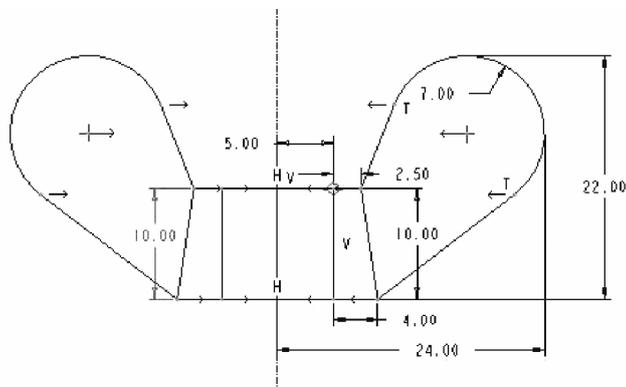

图 2-56 完成的蝶形螺母
- (1) 单击草绘命令工具栏中的按钮，选取所有绘制的图元（呈红色为选中）。
- (2) 单击垂直参考中心线，即镜像图元成如图 2-56 所示。